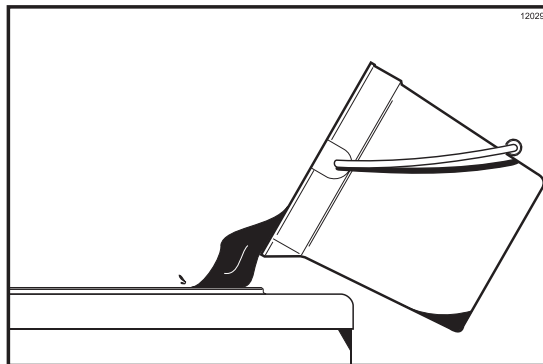

図 5 6
7.6 リットルのきれいな水をホッパーに注ぎます。白いホッパーブラシでホッパー内壁、ミックスレベル検出プローブ、及びアジテータードライブシャフトハウジングの外側をブラシ洗浄します。ダブルエンドブラシでミックス注入口を洗浄します。(図 5 6 参照)